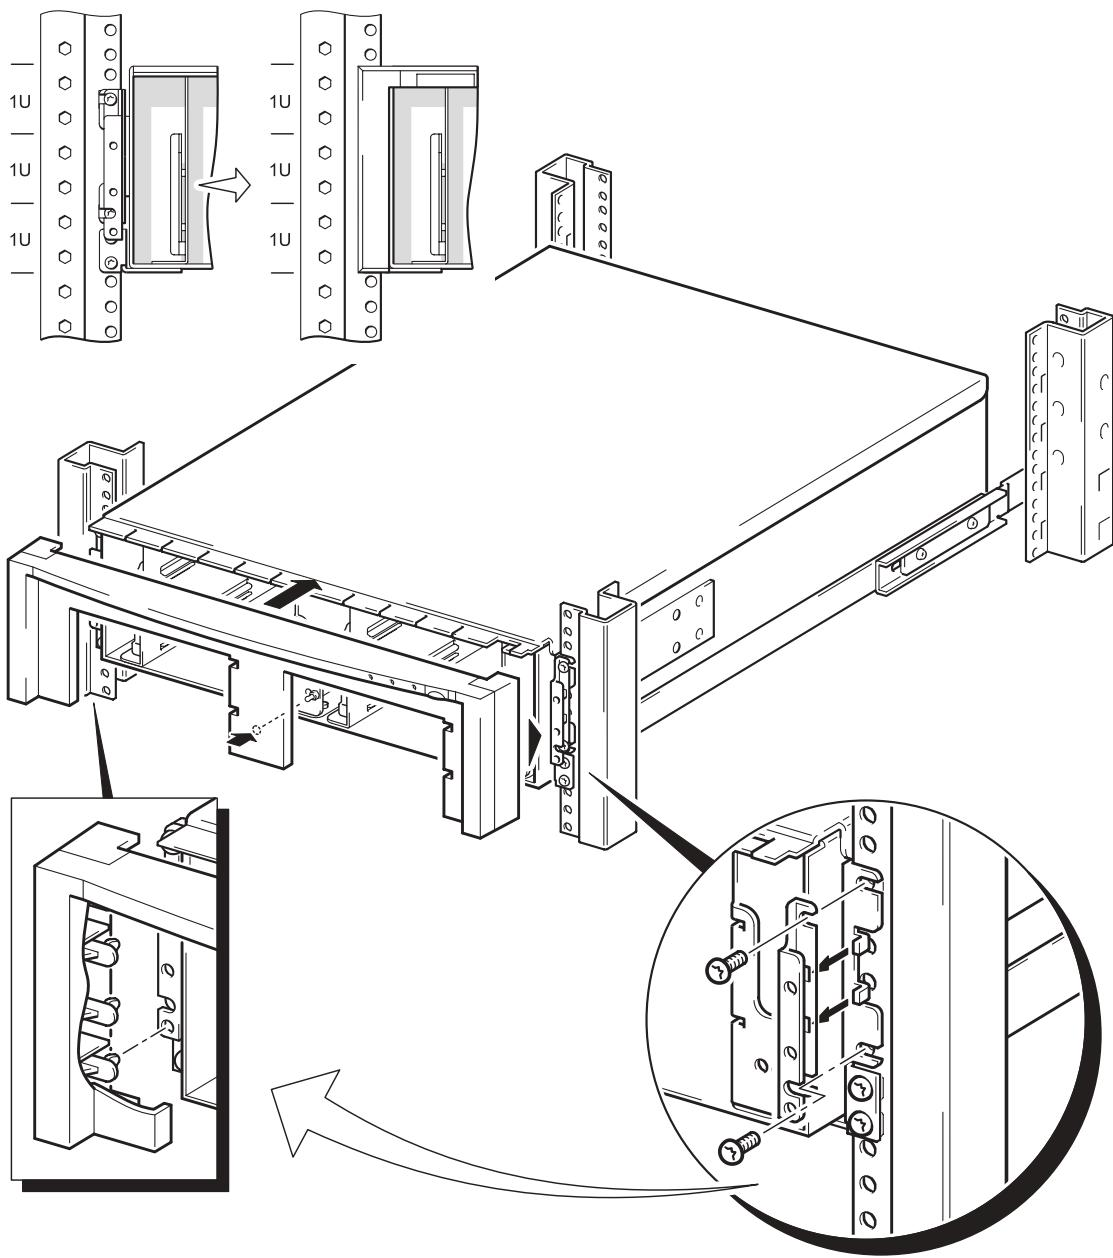

图 5a: 安装前部档板 (圆孔剖面)
- 2 翻转一个挡板支架，使戳记字母正确定向且面朝前，并且凹槽朝外对着机架的侧面，如图 5a 所示。
该挡板支架的两个长方形孔悬挂在侧面安装支架的两个啮齿上，如图 5a 所示。